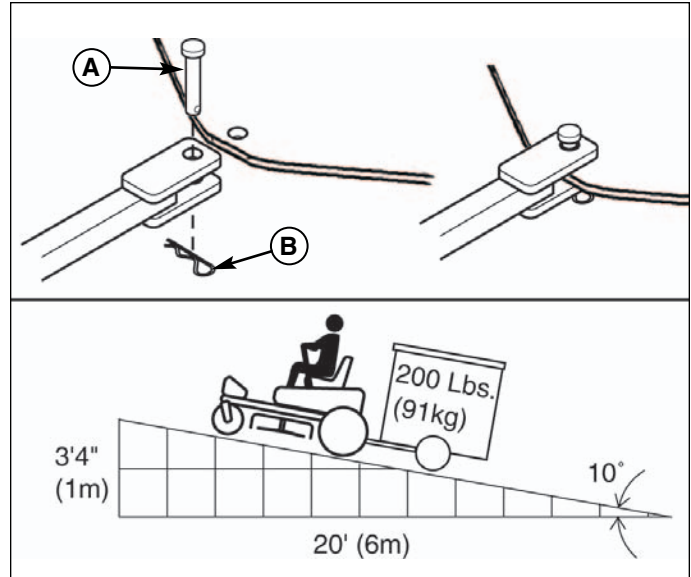

Figure 9. Recommandations de poids de remorque
Le poids maximum d'une remorque attelée doit faire moins de 91 kg (200 lbs). Fixez cette remorque avec une goupille de remorquage de taille appropriée (A, Figure 9) et une attache (B).